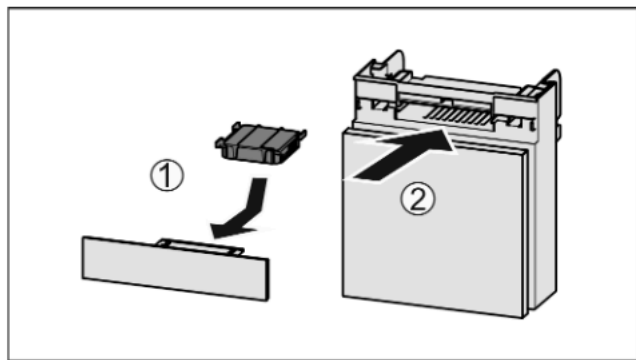

Fig. 70
- ▶ Inserire il vano Fig. 70 (2).